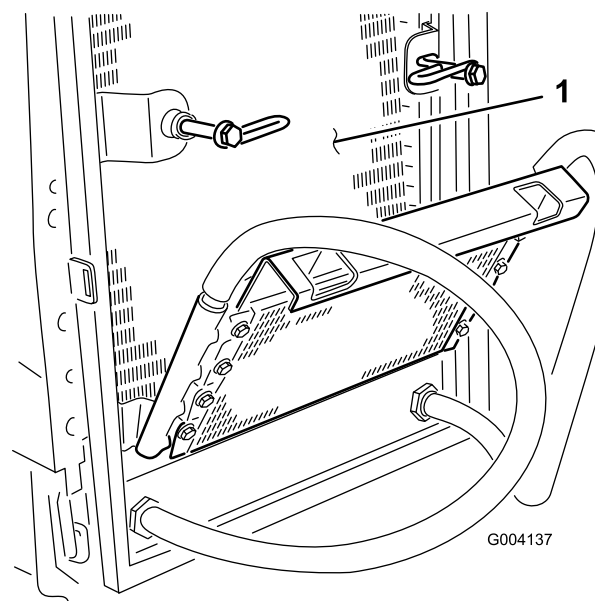

Figura 66
6. Limpe os dois lados do dispositivo de arrefecimento de óleo e o radiador (Figura 66) com ar comprimido.